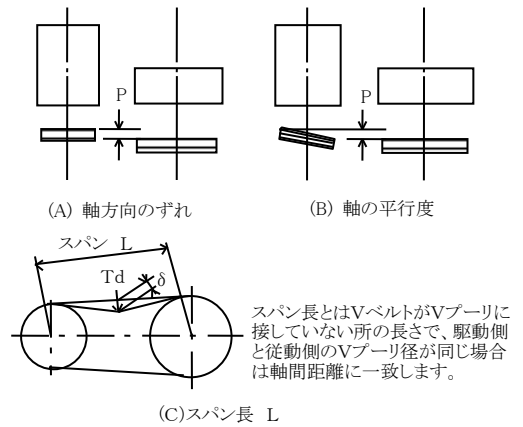
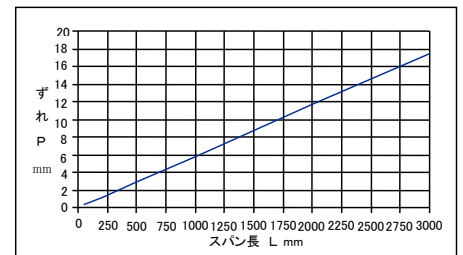

図 10 Vプーリの心出し
図 11 Vプーリのずれ許容寸法 (P mm)
- (1) ファンは工場ですくしく心出し調整して出荷していますが、据付終了後再調整してください。
- (2) Vプーリのミスアライメントは、Vベルトの寿命を縮める要因になりますので、正確に調整をしてください。ミスアライメントには、Vプーリの軸方向のずれと軸の平行度の2つが含まれます。図10 (A) が軸方向のずれで、同図 (B) が軸の平行度です。それぞれのずれの許容寸法 (P mm) は、同図 (C) に示されるVプーリ間のスパン長 (L mm) により、図11に示された値以下といたします。Vベルトを張った後で許容寸法を確認してください。ずれPは、極力小さく調整してください。
- (3) Vベルトは、取付張力が不足するとスリップが発生しやすくなり、Vベルトの寿命に影響を与えます。また、張力が高すぎるとVベルトの寿命を縮めるだけでなく、軸荷重が過大になり、軸受の寿命を縮めます。Vベルトの張り調整は次の手順により行います。